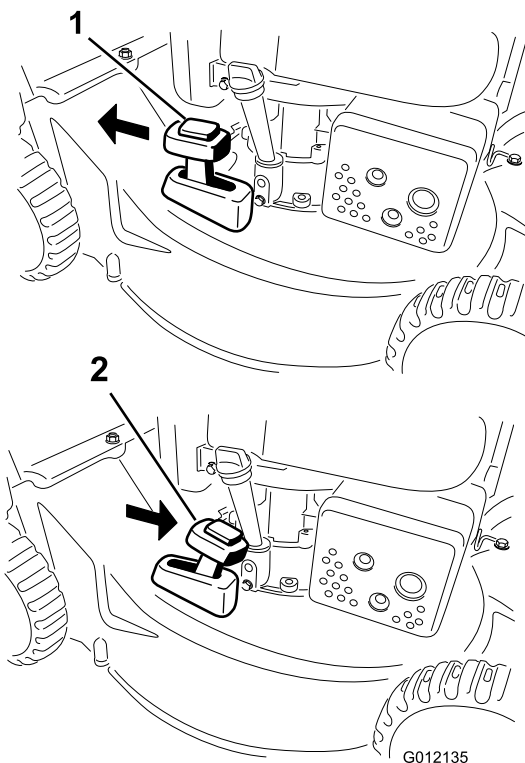

Bild 18
Schieben Sie den Hebel für den zuschaltbaren Grasfangkorb in die RECYCLING-Stellung, um das Schnittgut zu recyceln (Bild 18).
2. Setzen Sie den Fangkorb ein, siehe Montieren des Fangkorbs \(Seite 12\), und stellen den Hebel für den zuschaltbaren Fangkorb in die BAGGING-Stellung, wie in Bild 18 abgebildet.
Der Hebel für den zuschaltbaren Fangkorb sollte in der BAGGING-Stellung sein, wie in Bild 18 abgebildet.